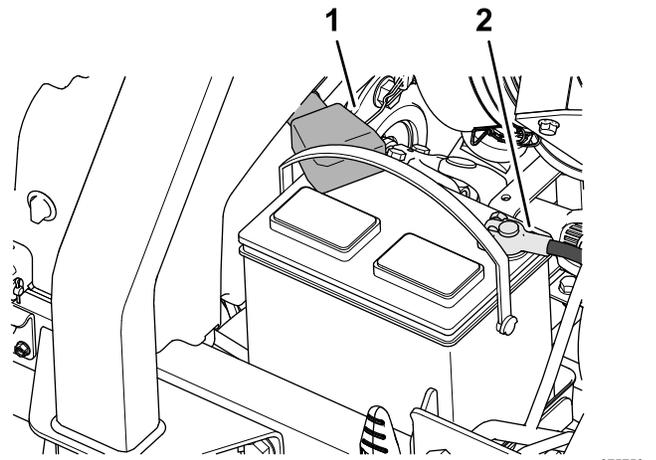

图 95
1. 将正极电池接线红色安装到正极 (+) 电池接线柱上 图 95。